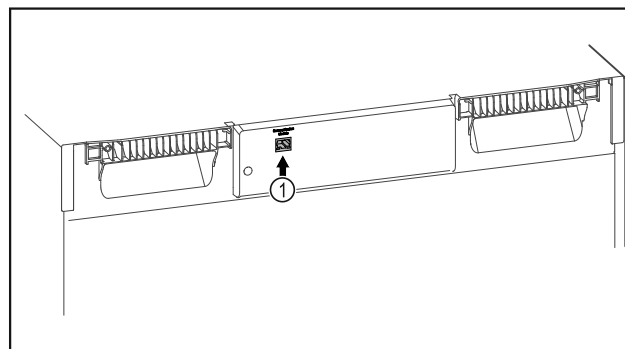

Fig. 154
- SmartModule Fig. 154 (1) naudojamas.